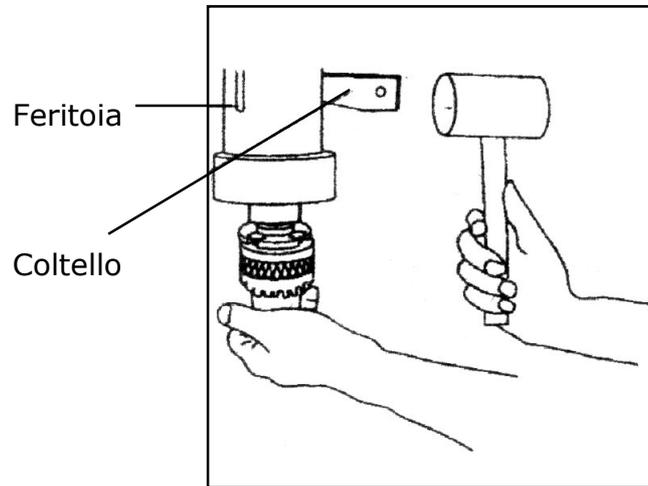

Figura 28 – Smontaggio del mandrino
- Trattenete il mandrino con una mano, mentre battete il coltello col martello, come mostrato in figura 28.